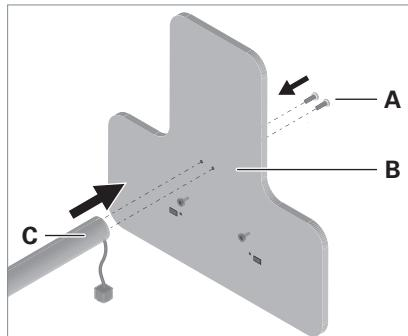

Fig. 1: Monter le bras vertical.
- ▶ Fixer le bras vertical **C** avec les vis livrées **A** sur le pied du luminaire **B**, voir Fig. 1.